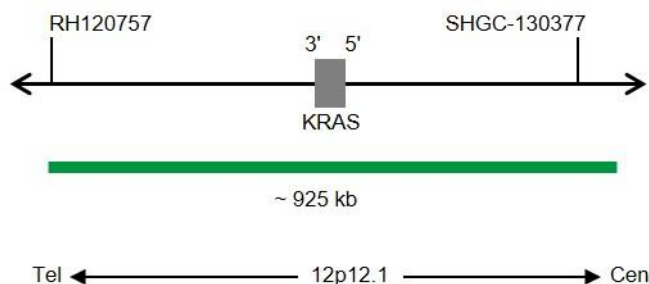

Abb. 1: SPEC KRAS Sondenlokalisation (nicht maßstabsgetreu)
- ZyGreen (Anregung 503 nm/Emission 528 nm) markierten Polynukleotiden (~10 ng/ μ l), die gegen Sequenzen in 12p12.1* (chr12:24,916,728-25,839,353) gerichtet sind, welche die KRAS-Genregion enthalten (siehe Abb. 1).